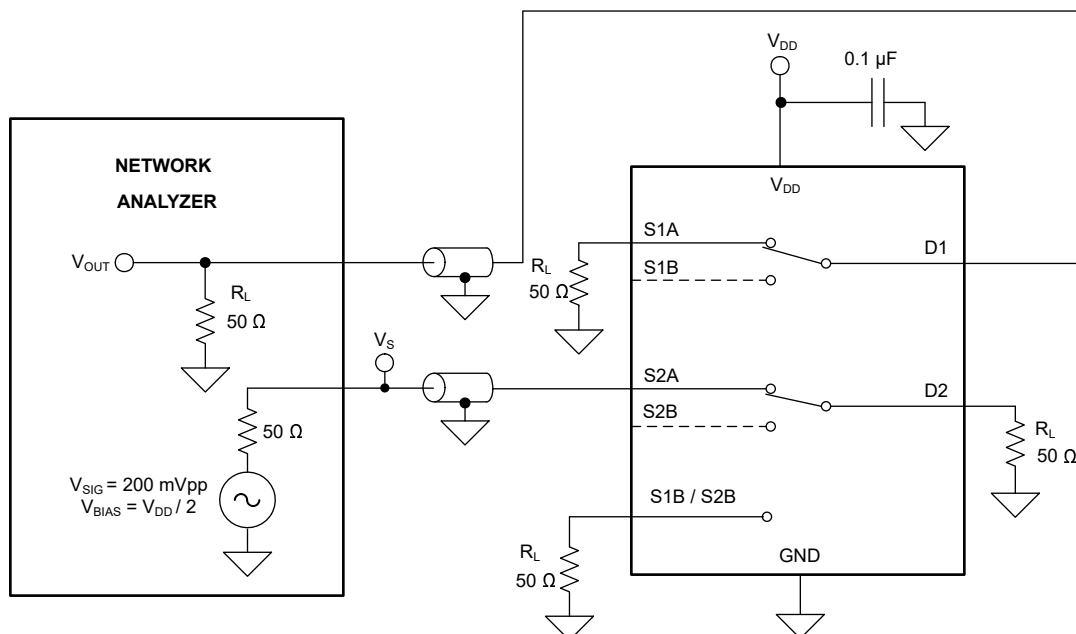

図 6-8. クロストーク測定時の設定
クロストークは、オンチャネルのソース ピン (Sx) に信号が印加された場合に、他のチャネルのドレイン ピン (D) に現れる信号の比率として定義されます。図 6-8 に、クロストークの測定を行う際の設定と、クロストークの計算に使用する式を示します。